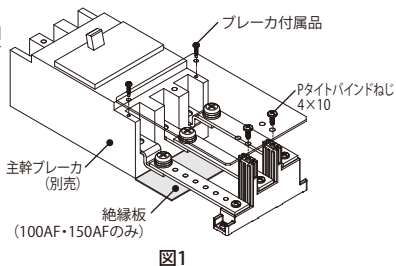

図1
※主幹100AF・150AF用は絶縁距離確保の為、絶縁板を付属しています。一番低い固定ねじの下に絶縁板を付けてご利用ください。(図1)
④保護板はPタイトバンドねじ4×10とブレーカ付属品ねじにて取付けてください。(図1)